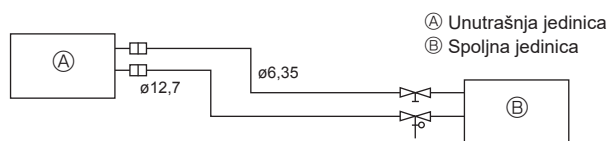

Fig. 5-2
(1) U tabeli ispod prikazane su tehničke karakteristike cevi koje se mogu naći na tržištu. (Fig. 5-2)